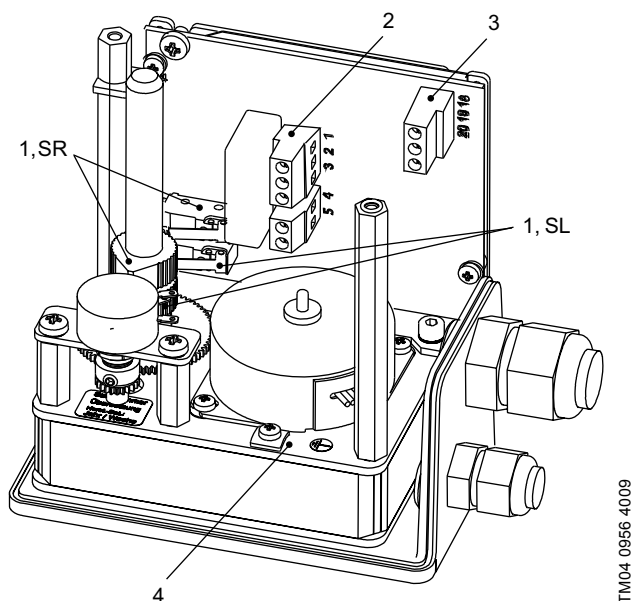

Fig. 39 Servomotor cu potențiometrul de reacție
- Reglați această poziție drept punct zero pe regulator. Reglați întrerupătorul superior de sfârșit de cursă (SR, vezi fig. 39) în această poziție a servomotorului.
- Reglați întrerupătorul inferior de sfârșit de cursă (SR, vezi fig. 39) în această poziție a servomotorului.